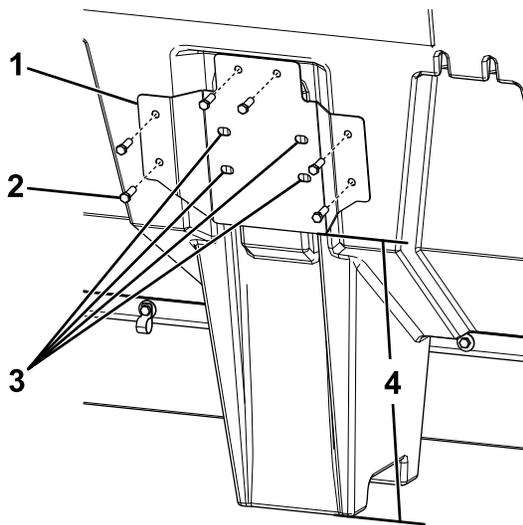
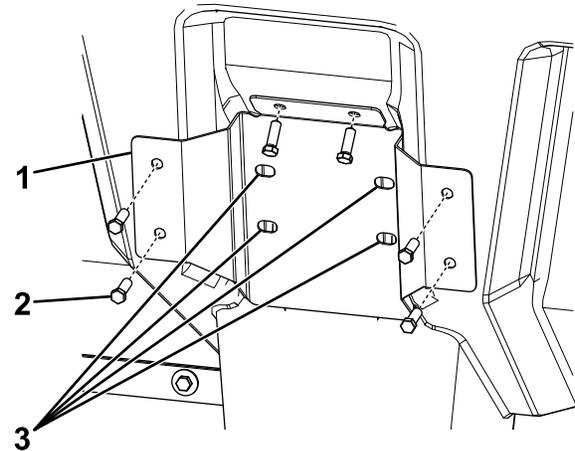

图 2
图 3
- 对于 VBX 6500 撒布机从撒布机腿底部到安装板底部的距离约为 37cm 图 2。
- 对于 VBX 8000 撒布机将安装板的倾斜端与料斗侧上的角齐平 图 3。
- 对于 VBX 9000 撒布机从撒布机腿底部到安装板底部的距离约为 40.7cm 图 2。
3. 在料斗安装板上标出 4 个中心孔的位置 图 2 和 图 3。
5. 用 6 个短螺栓将外部安装板固定到料斗上 图 2 和 图 3。